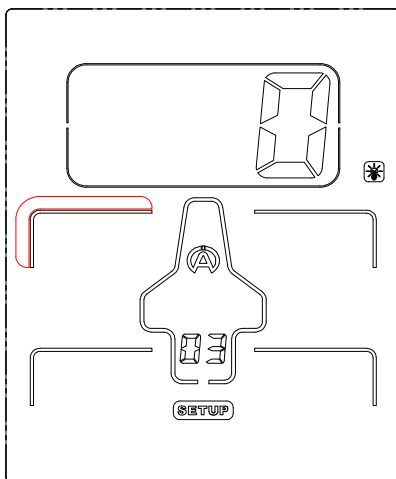

Abbildung 13
- 2) Gemäß der Voreinstellung ab Werk zeigt die Anzeige durch Blinken den vorderen linken Reifen an (Abbildung 13).